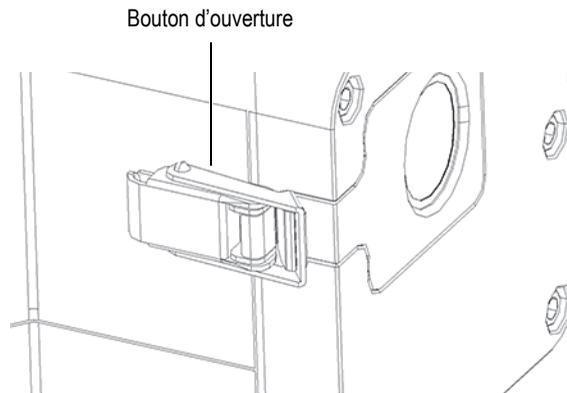

Figure 4-1 Bouton d'ouverture de la plaque frontale
2. Repérez le bouton d'ouverture de la plaque frontale de la fenêtre de mesure à l'avant de l'appareil (Figure 4-1 à la page 63).